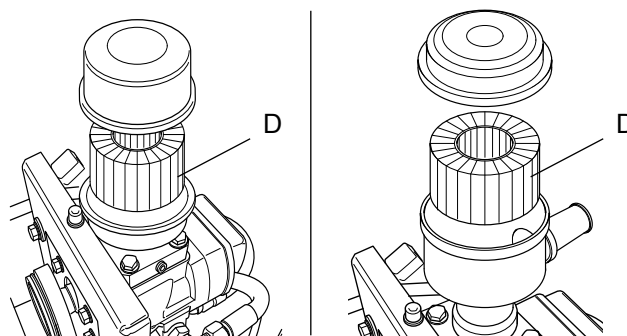

Рис. 6.2
6.4**Очистка / замена фильтрационного элемента (см. рис. 6.2)**